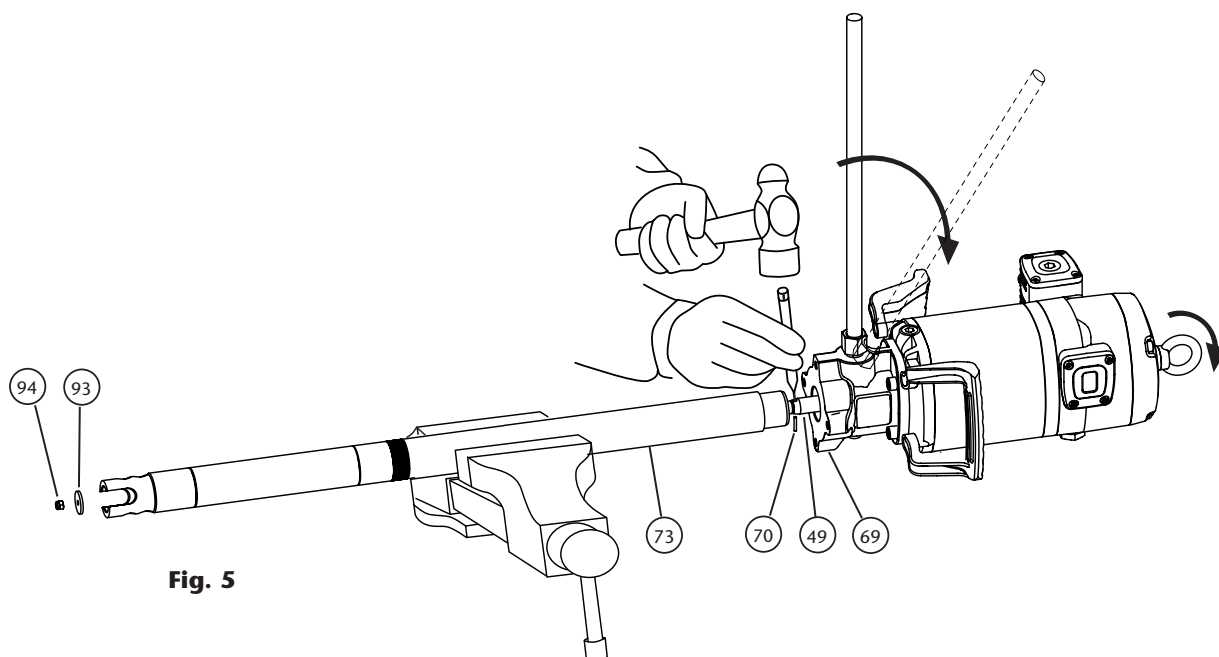

Fig. 5
1. Fix the pump in a vise in horizontal position (fig. 5). Gently blow with a hammer the upper tube (73) close to the body (69) in order to break the thread locker.
2. Unscrew the nut (94) and remove the primer (93).
4. Once unscrewed, pull the motor away until the elastic pin (70) into the rod (49) becomes visible. With a hammer and a suitable pin punch, eject the pin (70). The motor becomes loose.
1. Placer la pompe à l'horizontale sur un établi qui la soutiendra par le tube d'aspiration (fig 5) Donner quelques coups de marteau dans le tube supérieur (73) près de l'union avec le corps (69) pour rompre le frein filet.
2. Dévisser l'écrou de l'amorceur (94) et démonter-le (93).
4. Une fois dévissé, tirer le moteur jusqu'à la goupille (70) de la tige (49). Avec un marteau et une tige filetée, sortir la goupille (70). Le moteur est libéré.
1. Fije la bomba en posición horizontal en una mordaza (fig. 5). Dé unos golpes con un martillo en el tubo superior (73), cerca de la unión con el cuerpo (69) para romper el sellador de rosca.
2. Desenrosque la tuerca de cebador (94) y desmonte éste (93).
4. Una vez desenroscado, tire del motor hasta ver el pasador (70) del vástago (49). Con un martillo y un botador, saque el pasador (70). El motor queda suelto.